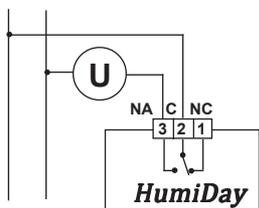

Fig.2a
- 1_Effettuare il collegamento elettrico come da Fig.2a/2b